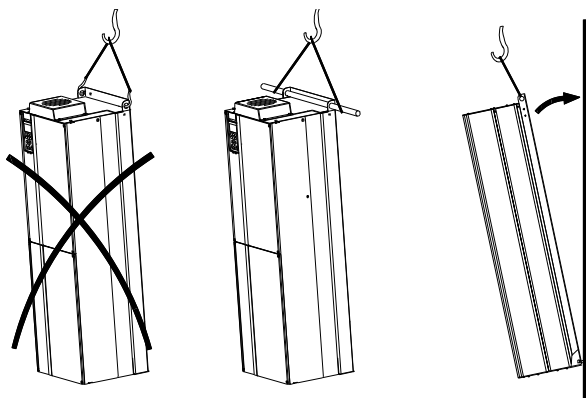

Fig. 1 Método recomendado de izado
1. Marque los orificios de montaje en el suelo. Consulte la fig. 1.